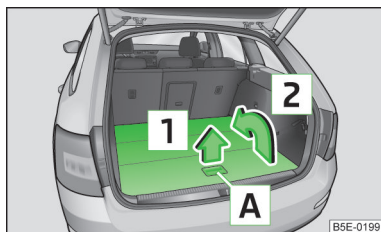

Fig. 97
- Saisissez la partie arrière du plancher de chargement variable par la poignée **A** » fig. 97 et levez-le dans le sens de la flèche **1**.